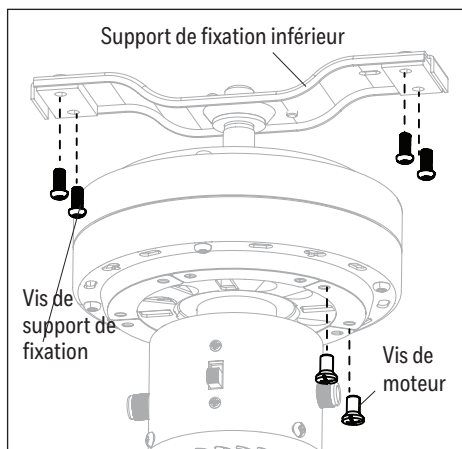

Figure 2.2
2. Retirez les vis de support de fixation qui se trouvent en dessous du support de fixation inférieur. Retirez les vis de moteur et mettez-les de côté pour plus tard. Figure 2.2).